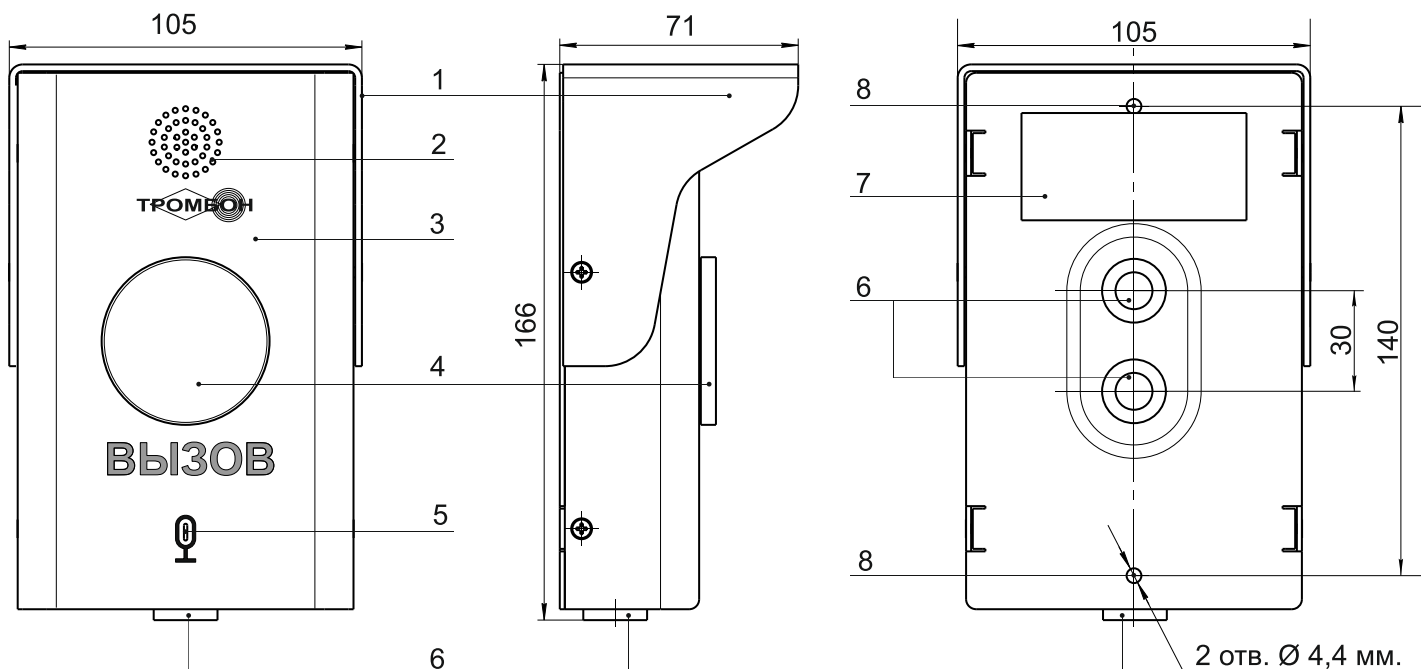

Рис. 1. Внешний вид АВУ со стороны передней, задней панелей и вид сбоку.
2). Подведите линии связи к месту установки АВУ. Обратите внимание, что отверстия на корпусе АВУ, предназначенные для подведения линий связи, расположены на задней крышке АВУ и на нижней части корпуса устройства (см. рис. 1 поз. 6).